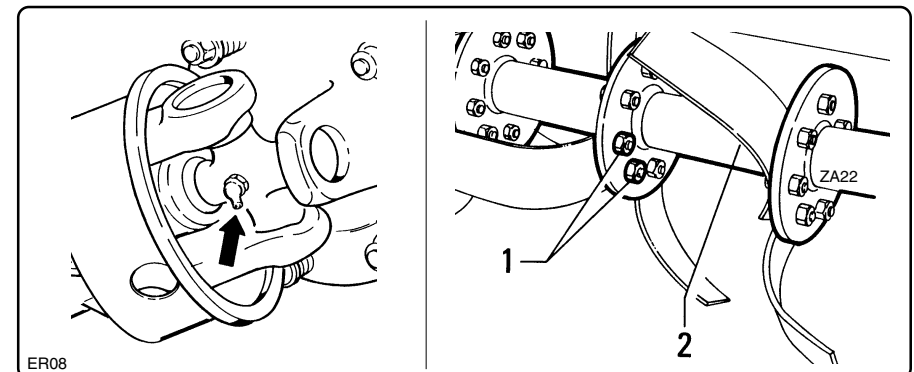

fig. 7.4.2
- Vérifiez que l'arbre à cardans est en bon état et graissez les croisillons (fig. 7.4.2).
- Contrôlez le serrage des boulons "1" de blocage des lames sur le rotor "2" (fig. 7.4.2).
- Die Gelenkwelle auf unbeschädigten Zustand prüfen und die Kreuzgelenke (Abb. 7.4.2) schmieren.
- Sicherstellen, daß die Bolzen "1" zum Befestigen der Messe am Rotor "2" (Abb. 7.4.2) fest angezogen sind.